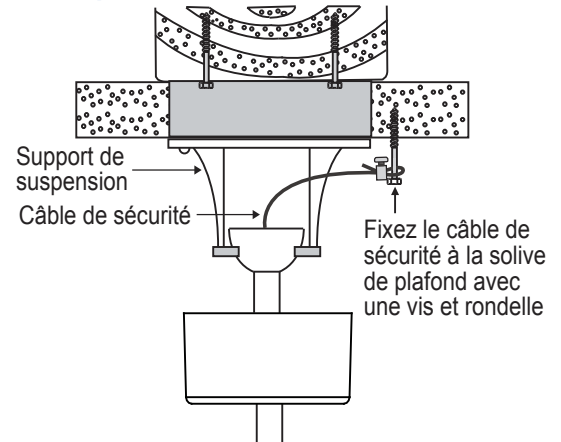

Fig. 12
**Étape 1.** Fixez la vis à bois et rondelles fournies à la solive de plafond, à côté du support de montage mais ne serrez pas. (Fig. 12)